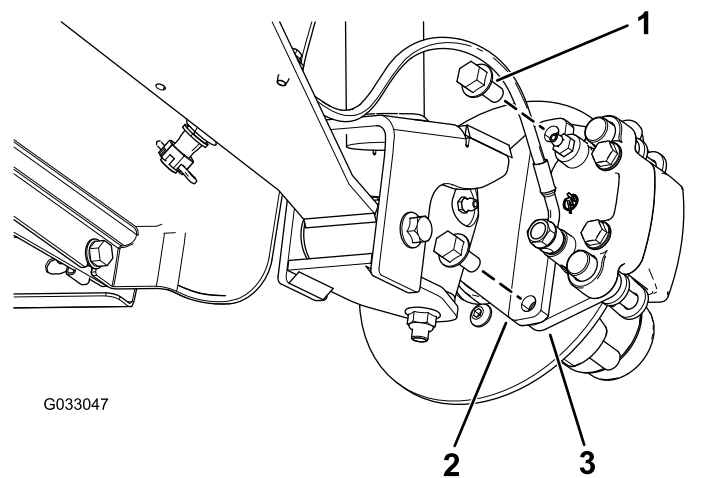

Figura 32
3. Retire los pernos con arandela prensada ( $\frac{3}{8}$ " x  $\frac{3}{4}$ ") que sujetan el soporte del conjunto de freno al eje y separe el freno del eje (Figura 32).
2. Alinee las pastillas de freno en cada lado del rotor (Figura 32) y los taladros del soporte de la pinza con los taladros de montaje del freno de la mangueta (Figura 36).
3. Sujete el soporte de la pinza a la mangueta (Figura 32) usando los 2 pernos con arandela prensada ( $\frac{3}{8}$ " x  $\frac{3}{4}$ ").